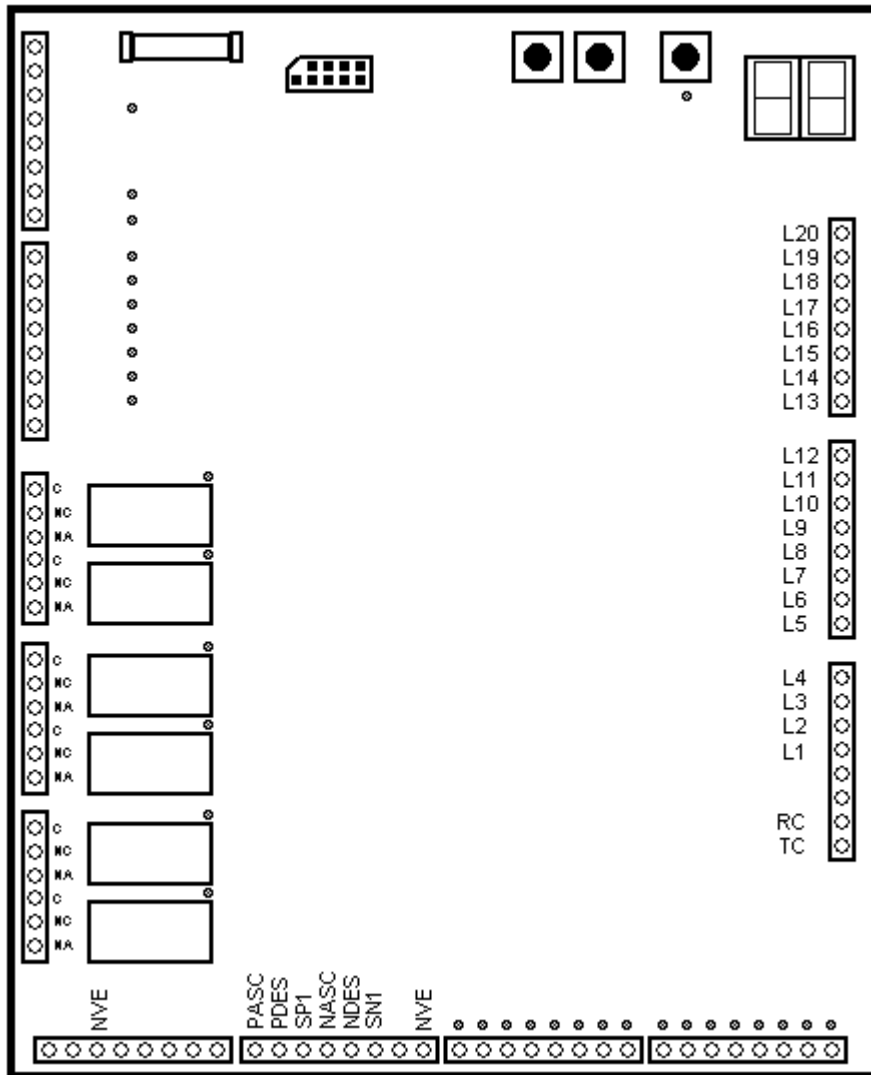
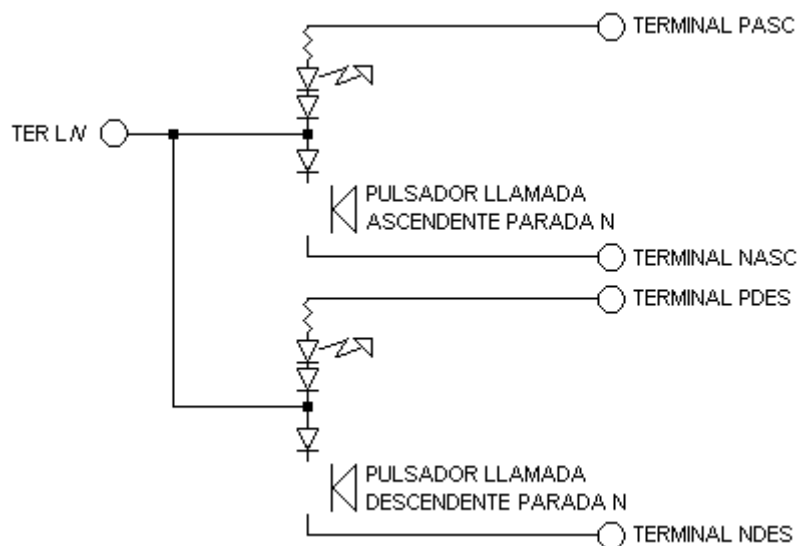

Figura 19
Figura 20
- El pulsador de llamada ascendente a la parada *N* se conecta al terminal LN (Figura 19), y a los terminales PASC y NASC (Figura 20)
- El pulsador de cabina descendente del piso *N* se conecta al LN, y a los terminales PDES y NDES (Figura 20).
En el circuito de la Figura 20, los LEDs de registro activos destellan. Para eliminar este destello, se pueden conectar los LEDs de registro según la figura Figura 10.